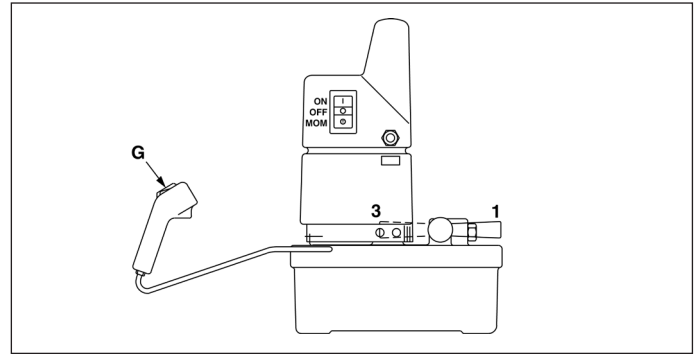

Figura 7
5.1 Funcionamiento del interruptor (Figura 7)